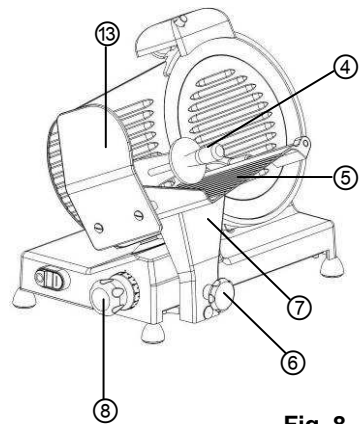

Fig. 8
- Avant le nettoyage, débrancher l'appareil de la prise (retirer la fiche !) et vérifier si le régulateur d'épaisseur de tranchage (8) se trouve sur la position „0“.
- Déplacer le chariot (7) vers le régulateur d'épaisseur (8) (**fig. 8**).
- Pour le nettoyage, retirer le chariot (7) avec la poignée et le poussoir (4). Dans ce but, desserrer la molette de réglage du chariot (6), en la tournant dans le sens inverse des aiguilles d'une montre et retirer le chariot (7) (**fig. 8**).